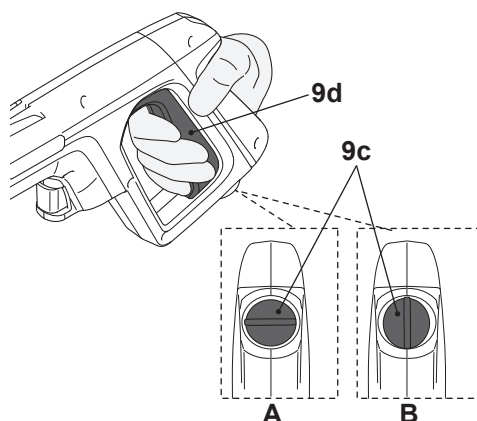

Fig. 20
1. Cuando el bloqueo del gatillo (9c) está en la posición de bloqueo, el gatillo de la pistola de pulverización (9d) está desactivado (Fig. 20, A).
1. Cuando el bloqueo del gatillo (9c) está en posición de desbloqueo, el gatillo de la pistola de pulverización (9d) está activado y listo para su uso (Fig. 20, B).